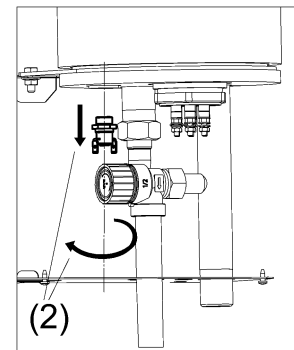

Рисунок 13. Замена реле минимального давления
- (1) Отсоедините наконечники жгута управления от реле.
- (2) Выверните реле (см. рис. 13) из теплообменника (колбы).
- (3) Вверните новое реле в теплообменник (колбу), при уплотнении резьбы используйте специальный резьбовой герметик.
- (4) Подсоедините наконечники жгута управления.
- (5) Проверьте герметичность установки реле.
- (6) Проверьте надёжность контактов электрического подсоединения.